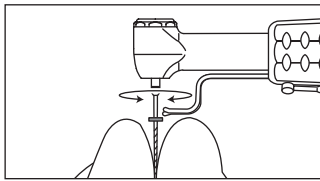
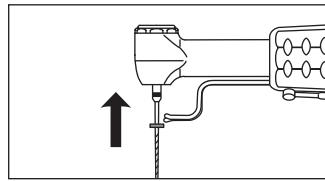

Fig. 2
Fig. 3
- 3)Endodontik eğeyi kafaya yerleştiriniz. Mandal mekanizmasıyla temas kuranadek hafifçe döndürünüz. (Fig. 2) Kılık sesi çıkıncaya kadar itiniz(Fig. 3)